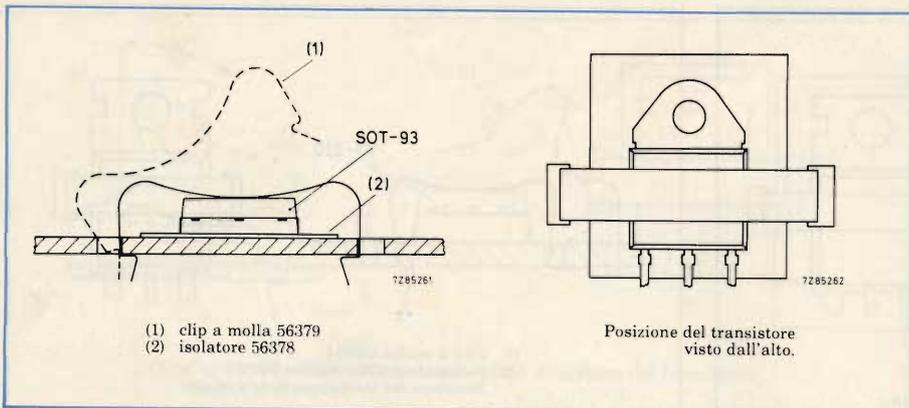

Fig. 20 - Fissaggio isolato mediante clip.
1) Fissaggio corretto (figure 20, 21, 22 e 23).